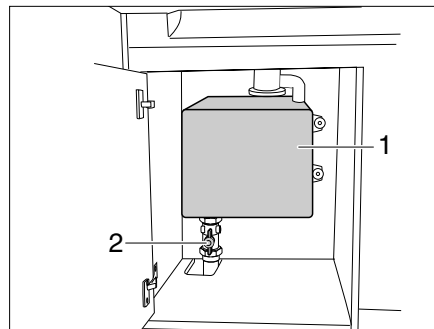

Fig. 141 Réservoir d'eaux usées intérieur
- Ouvrir le robinet à boule (Fig. 141,2) en dessous du réservoir d'eaux usées (Fig. 141,1). Les eaux usées sont envoyées dans la tuyauterie d'évacuation de la caravane.